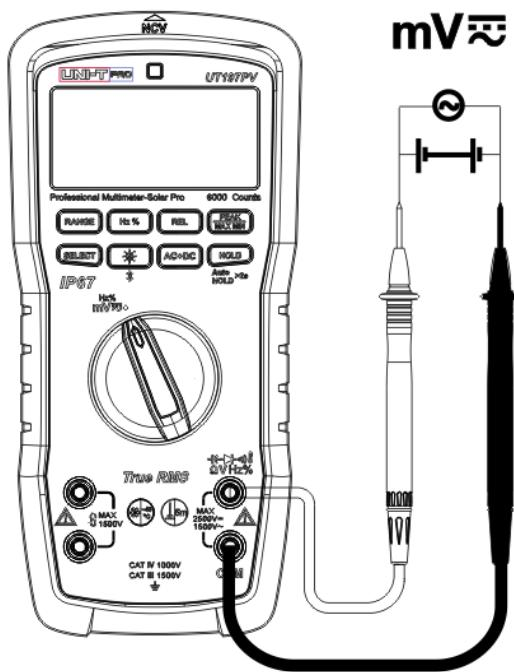

Abbildung 8
4. AC mV-Messung (Abbildung 8)
5. DC mV-Messung(Abbildung 8)